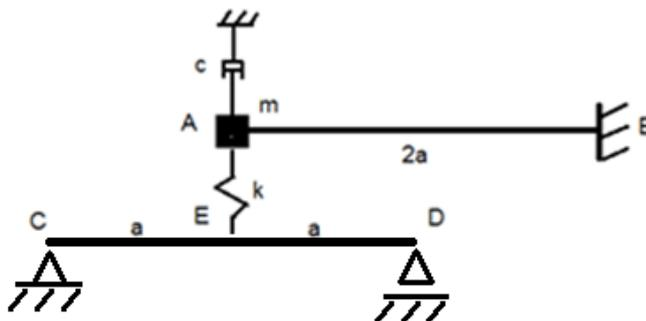

Figura 12
- O sistema estrutural foi alterado, conforme se indica na Figura 12, com o coeficiente de rigidez da mola valendo $k = 38182 \text{ N/m}$. A viga CED é prismática, com $EI = 560 \text{ kNm}^2$. Determinar, nestas novas condições, o diagrama dos máximos momentos fletores em toda a estrutura, **em regime permanente**, para o **mesmo carregamento anteriormente aplicado**.